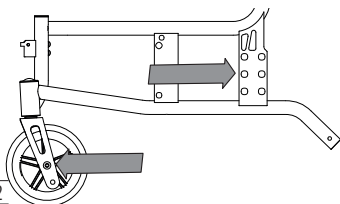

Abb. 42
- Sitzhöhe 430 – Lenkrad 200 mm / 8" Schraubachse Hinterrad mitte (Abb. 42)